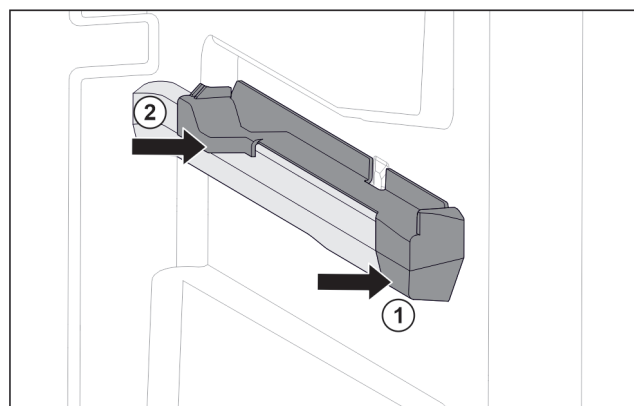

Fig. 124 Natični nastavek na desnemu nastavku za posodo
- ▶ Natični nastavek spredaj namestite na nastavek za posodo. Fig. 124 (1)
- ▶ Pritisnite natični nastavek zadaj. Fig. 124 (2)